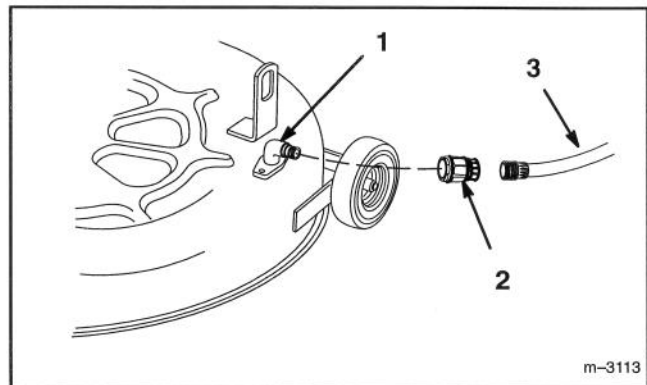

Abbildung 17
2. Den Schlauchanschluß am Anschlußstutzen des Mähers anschließen und den Hahn voll aufdrehen (Abb. 17).